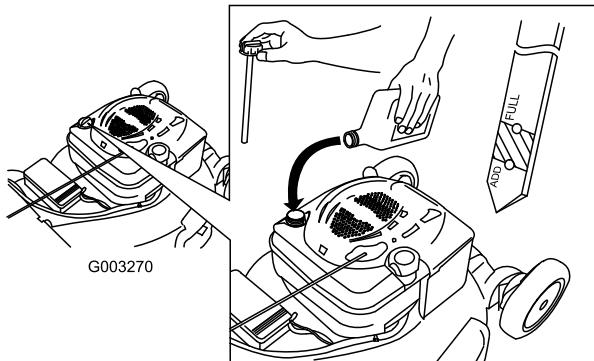

Bild 6
5. Nehmen Sie den Peilstab heraus und lesen Sie den Ölstand am Peilstab ab, siehe Bild 6.
- Füllen Sie bei einem zu niedrigen Ölstand langsam etwas Öl in den Öldeckel und wiederholen Sie die Schritte 3 bis 5, bis der Ölstand richtig ist, wie in Bild 6 dargestellt.
2. Entfernen Sie den Peilstab (Bild 6) und füllen Sie Öl in den Öldeckel bis ca. 3/4 des Füllvolumens des Kurbelgehäuses ein.